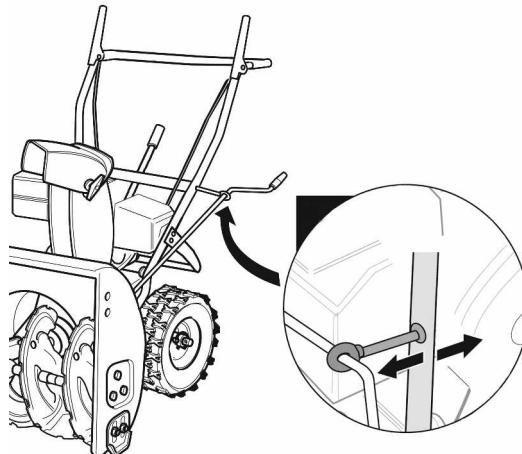

Рис. 4-1. Для моделей без панели управления.
- Установить анкерный болт в отверстие на рукоятке управления. См. Рис. 4-1.